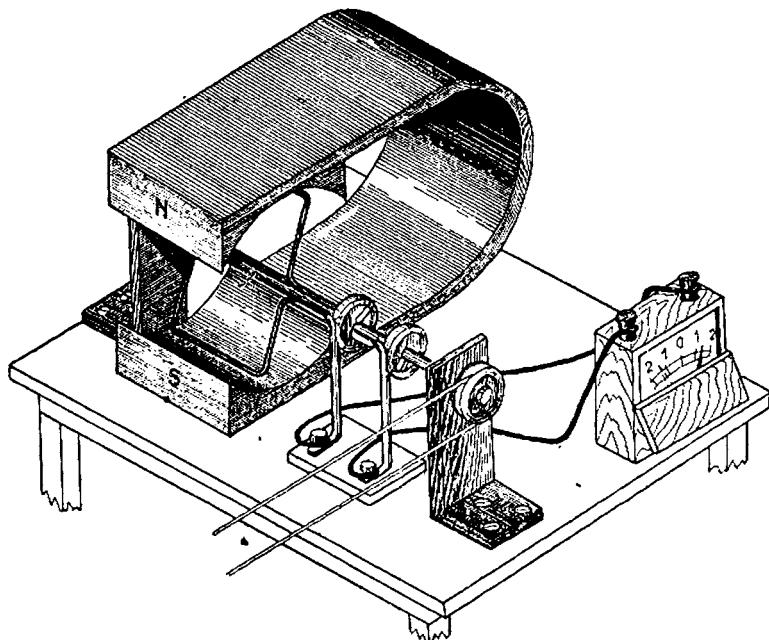

Fig. 126. — Într'o spiră se produce curent alternativ
75. **Decalajul curentului.** Cu ajutorul mașinii arătate în fig. 126, obținem o tensiune alternativă între cele două lame și un curent alternativ în circuitul care le unește.